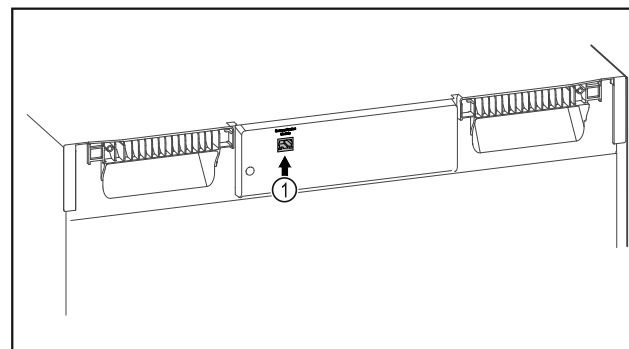

Fig. 140
- ☐ Le SmartModule Fig. 140 (1) est installé.